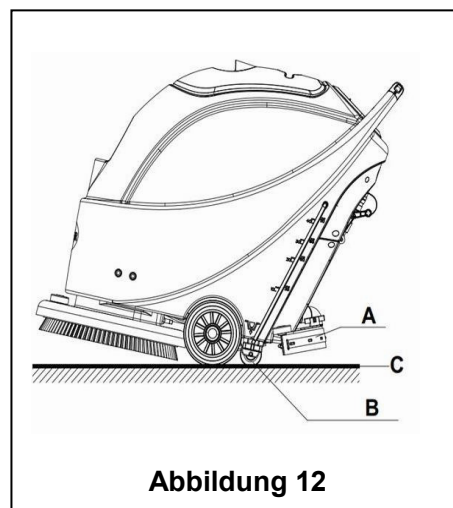

Abbildung 12
8. Lassen Sie den Sicherheitsschalter (1) los, um den Bürsten/Pad-Halter und das Magnetventil auszuschalten.
9. Drücken Sie den Vakuumpumpen-Schalter (42) auf die "O"-Position. Die Vakuumpumpe verzögert die Abschaltung für 5 Sekunden, bevor die Funktion eingestellt wird.
10. Drücken Sie den Kontrollschalter für die Wasserdurchflussmenge (44) auf die "O"-Position, um das Magnetventil vollständig auszuschalten.
11. Drücken Sie den Netzschalter (41) auf die "O"-Position.
12. Verwenden Sie den Hebelgriff der Saugleiste (14), um den Abstreifer anzuheben.
13. Greifen Sie den Lenker (2) und kippen Sie vorsichtig das Gerät zurück, bis das Führungsrad (B) den Boden berührt. Siehe **Abbildung 12**